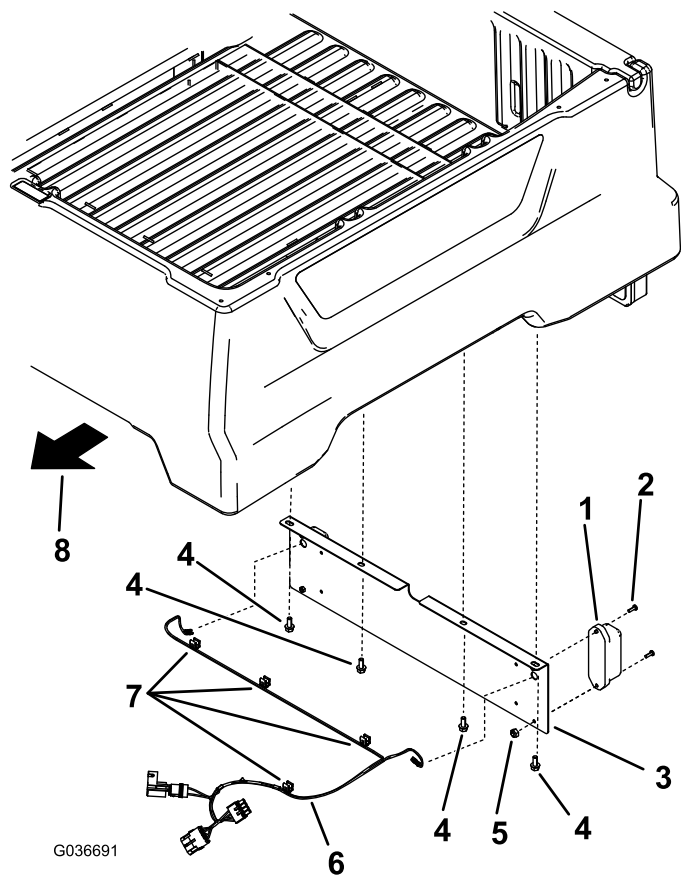

Figure 5
1. Retirez les 4 boulons à embase existants sous le plateau de chargement et utilisez-les pour monter le panneau de support (Figure 5).
- Retirez les clips pour bord de tôle existants du faisceau de câblage (Figure 5).